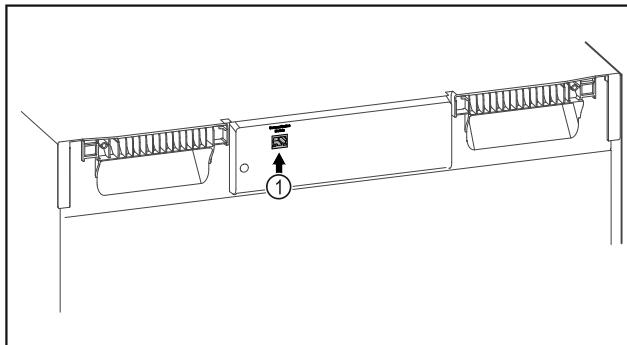

Fig. 136
- SmartModule Fig. 136 (1) je nasadený.